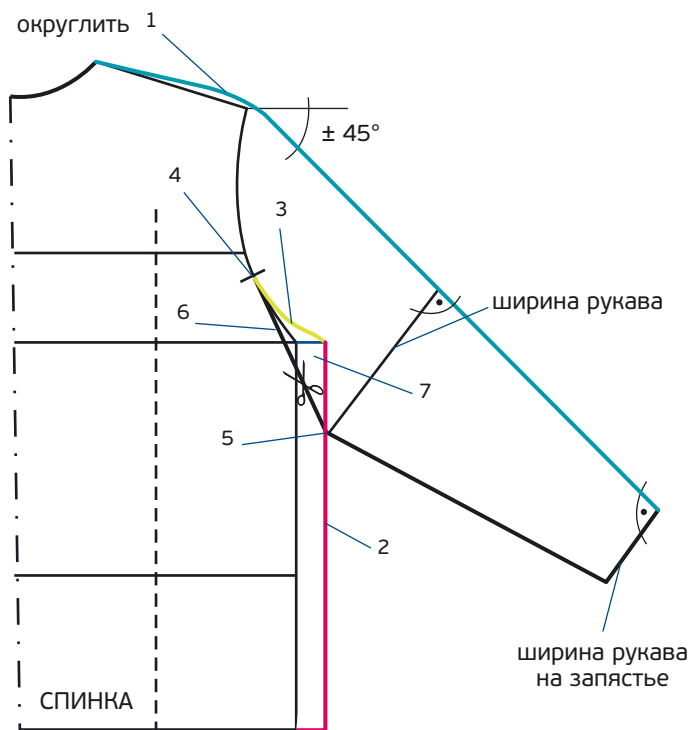

РИС. 1
1. От горловины начертите линию верха рукава, сначала линии плеча, затем делая угол около 45° на длине, равной длине рукава. Начертите плавную линию на месте образовавшегося угла (рис. 1, синим цветом).
3. Проведите линию проймы (рис. 1, зеленым цветом).
6. От точки ⑤ проведите линию шлицы до точки ④. Закончите конструирование, начертив низ рукава, предварительно отложите его ширину на запястье (рис. 1, черным цветом).